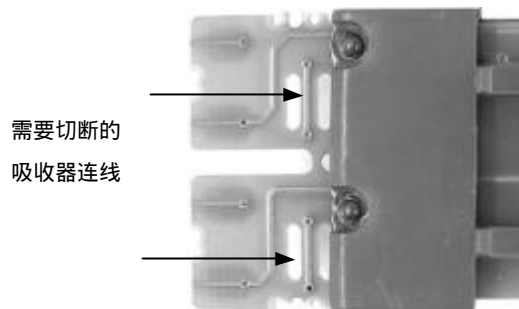

图 1-9: 双继电器模块吸收器的断开
3. 用小刀将吸收器连线割断。图 1-9 显示出双继电器模块的吸收器连线。